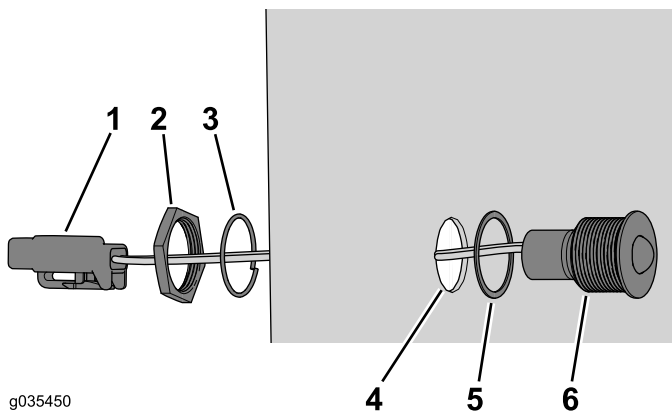

Figura 15
6. Inserte el conector a través del taladro de montaje en el panel de la cubierta Figura 15
Nota: Asegúrese de que la junta queda firmemente instalada entre la cubierta y el indicador (Figura 15).
7. Utilice la tuerca de retención y la arandela de freno para fijar el indicador en el taladro de montaje del panel de la cubierta (Figura 15).